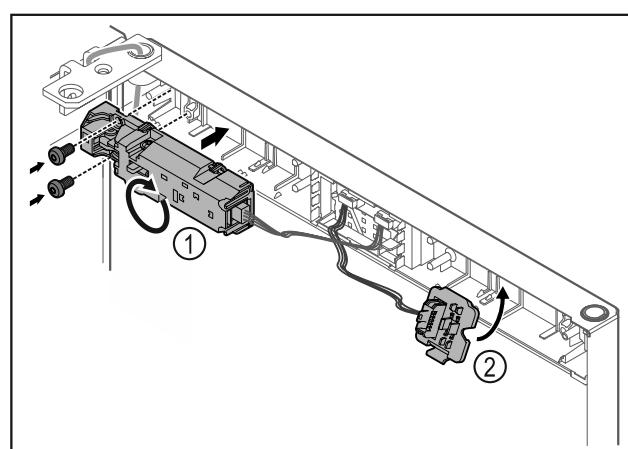

Fig. 24
► Разверните замок дистанционного открытия Fig. 24 (1) на 180° и прикрепите на противоположной стороне.
► Установите и зафиксируйте держатель штекера Fig. 24 (2) на противоположной стороне.